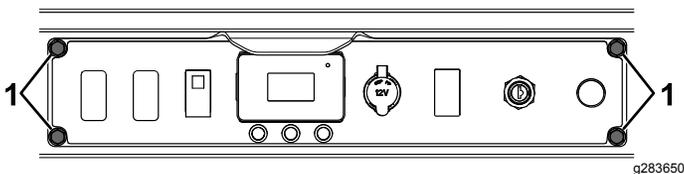

Figure 7
1. Retirez les 4 boulons autotaraudeurs (5/16 x 3/4 po) qui fixent la plaque de la console sur la machine (Figure 7).
- 11. Fixez la plaque de la console sur la machine à l'aide des 4 boulons autotaraudeurs retirés précédemment (Figure 7).